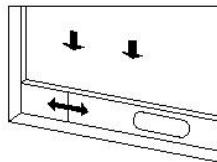
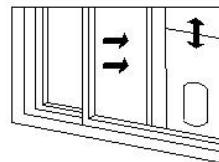

Bild 2
Bild 3
1) Håll fönstret halvväpet, och montera förseglingsplattan för fönstertätning till fönstret (se bild 2 och bild 3). Komponenterna kan placeras i horisontell och vertikal riktning.